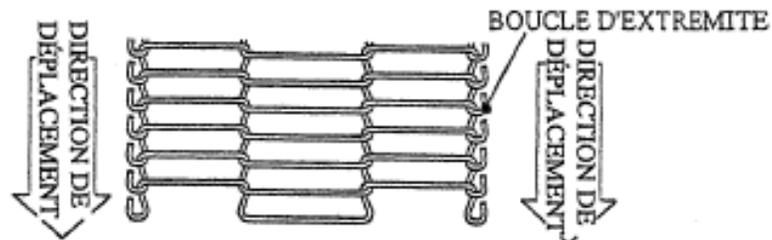

Figure 17 - Installation de bande grillagée de transporteur à enrober de pâte
- A. Glisser la bande grillagée sur les côtés du transporteur. S'assurer que le côté lisse de la bande soit vers l'extérieur et que les crochets de la bande grillagée soient dans la direction illustrée dans la **Figure 17**.
7. Réinstaller la roue à pâte; s'assurer que les crochets de la bande soient dans la direction indiquée sur la Figure 17.